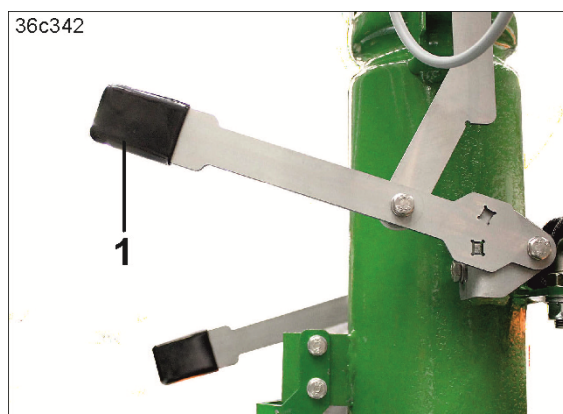

Fig. 205
2. For at sågodstilførselen til labbene på den nødvendige siden av maskinen skal avbrytes, sett den nødvendige spaken (Fig. 205/1) i lås i justeringssegmentet oppe, se kapittel "Halvsidekobling ved betjening av en spak", side 97.